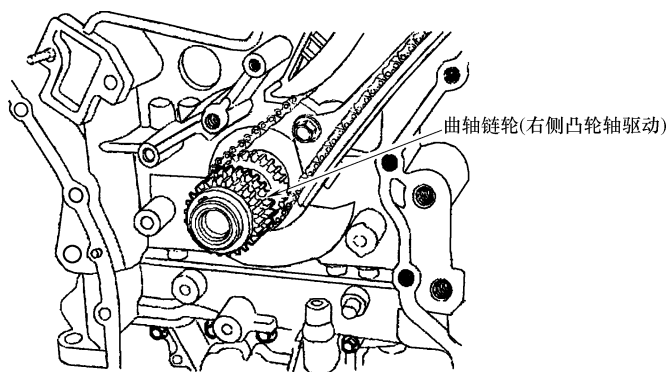

图 29-49 安装曲轴链轮 (右侧凸轮轴驱动)
- 9) 安装曲轴链轮（右侧凸轮轴驱动），如图 29-49 所示。